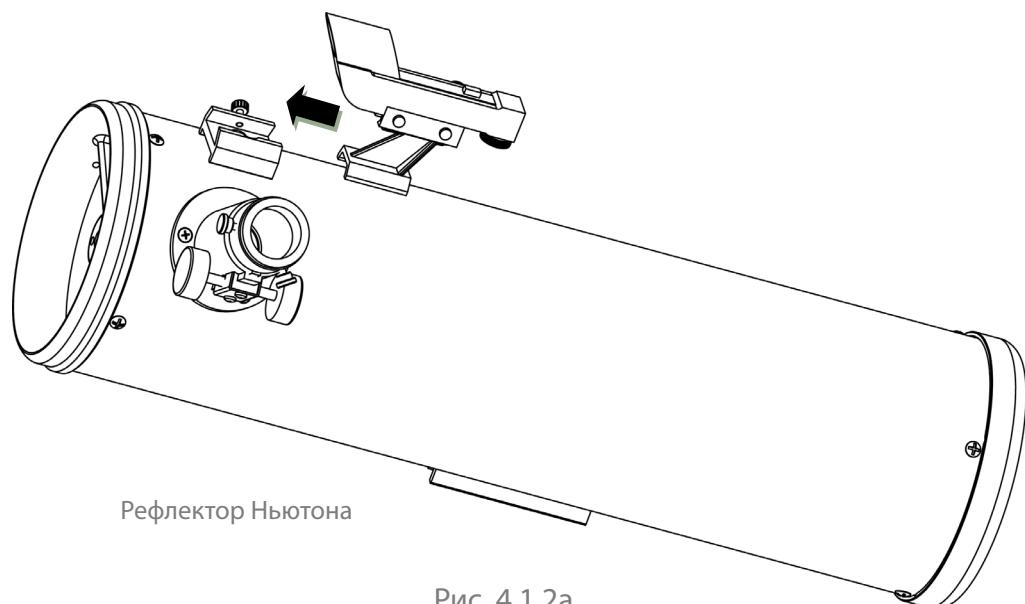

Рис. 4.1.2a
2. Установка искателя с красной точкой (рис. 4.1.2a)